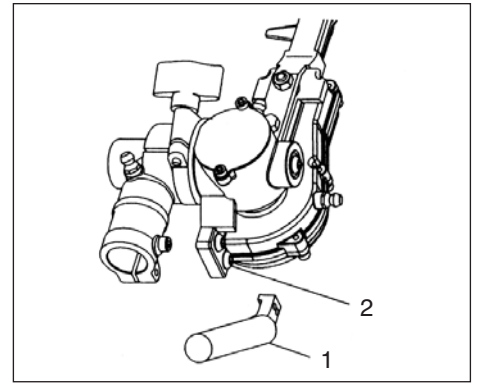

Fig.1-2B
Anbringung des Traggriffes (1) (Fig.1-2B)
1. Nehmen Sie die zwei sechseckigen Schrauben (2) vom Getriebegehäuse weg.
2. Richten Sie den Traggriff (1) auf dem Getriebegehäuse bei den weggenommenen sechseckigen (2). Schrauben ein. Dann ziehen Sie die sechseckigen Schrauben fest.